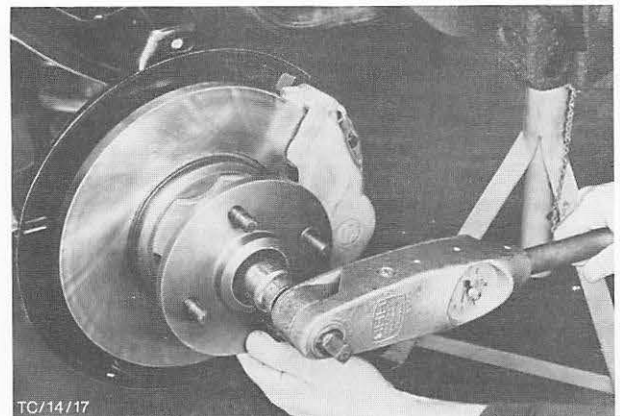

Abb. 63 Einstellmutter der Vorderradlager mit vorgeschriebenem Drehmoment anziehen (muß danach um 90° gelöst werden)
3. Einstellmutter bei gleichzeitigem Drehen der Radnabe mit einem Drehmoment von 37 Nm (3,7 kpm) anziehen, Abb. 63, dann um 90° lösen. Einstellung sollte 0,03 . . . 0,13 mm Axialspiel ergeben. Das Spiel sollte gerade fühlbar sein.